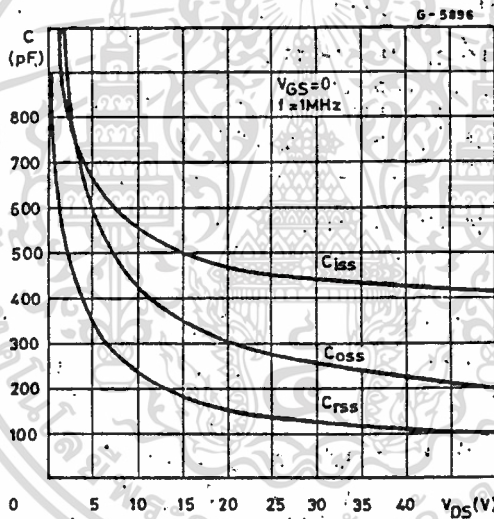

Fig. 13.6 ค่า Capacity อยู่ในรูปของ V_{DS}
- ถ้าพิจารณาตาม Miller effect, C_{iss} จะไม่เปลี่ยนแปลงค่าในช่วง $t_{d(on)}$ และ $t_{d(off)}$ เพราะพิจารณาว่า C_{iss} เป็น function ของ C_{GD} ซึ่ง C_{GD} จะเปลี่ยนแปลงตาม V_{DS} เท่านั้น (See Fig. 13.6)